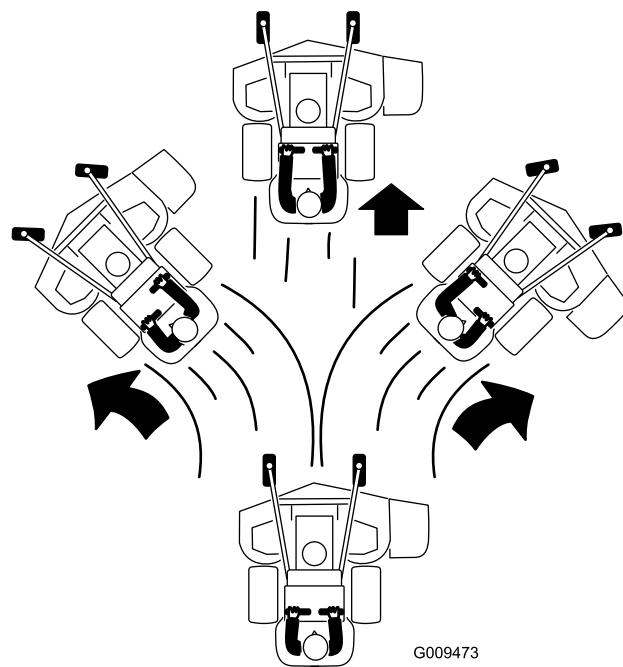

Figura 22
3. Spingete lentamente in avanti le leve di controllo del movimento (Figura 22).